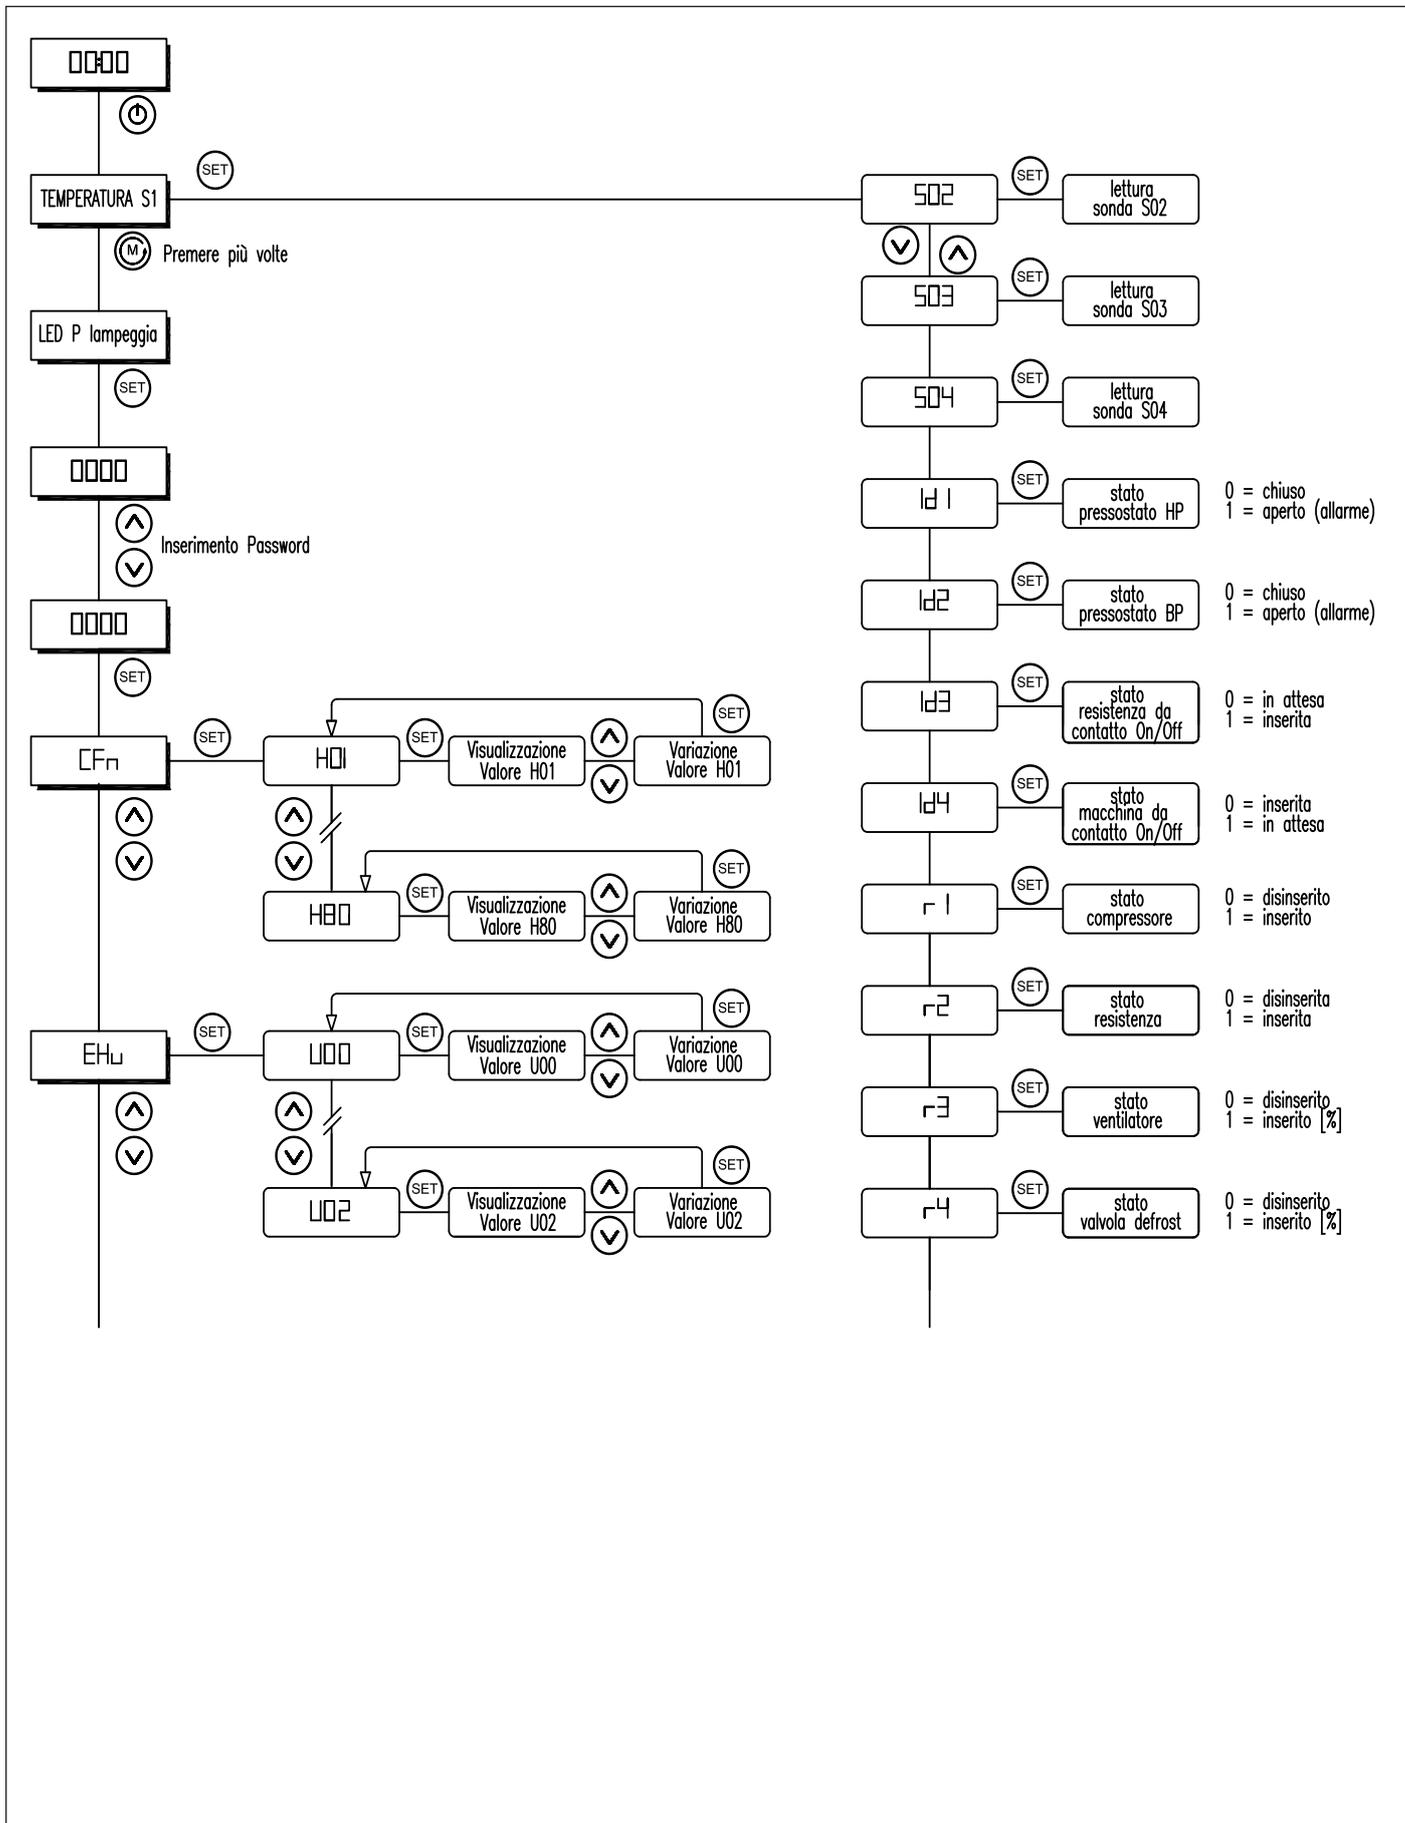

fig. 19
5.5.1 DIAGRAMMA COMPLESSIVO (fig. 19 - 20)